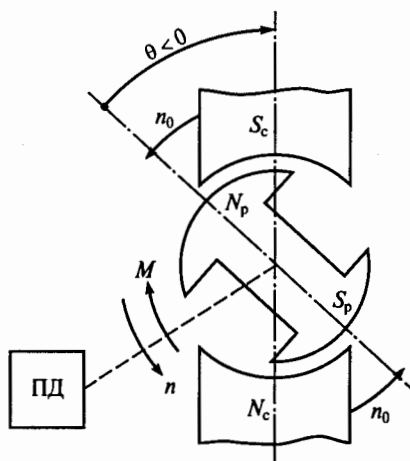

Рис. 230
**9.69.** Синхронный генератор вращается приводным двигателем (ПД). На рис. 230 показано расположение полюсов ротора  $N_p, S_p$  и статора  $S_c, N_c$  генератора. (Полюса статора для наглядности изображены в виде постоянных магнитов, на самом деле они являются неявными.) В каком из перечисленных признаков генераторного режима синхронной машины допущена ошибка?